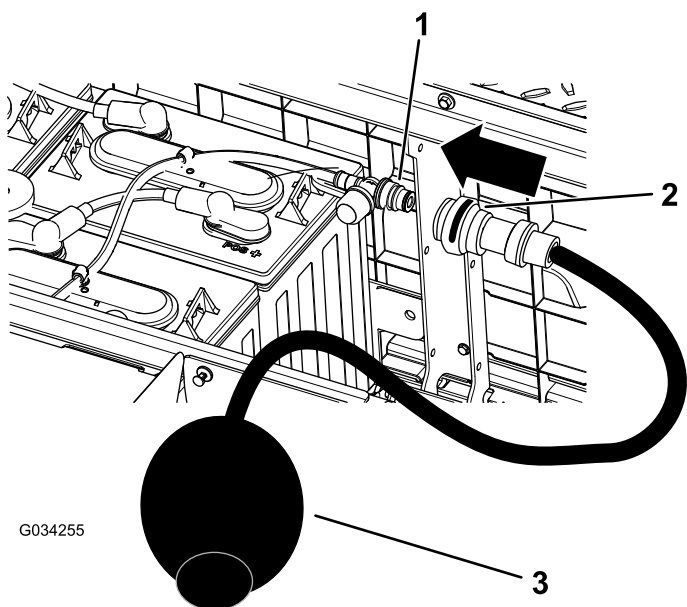

Figura 41
4. Conecte la bomba manual de agua de Toro en el puerto de llenado de agua (Figura 41).